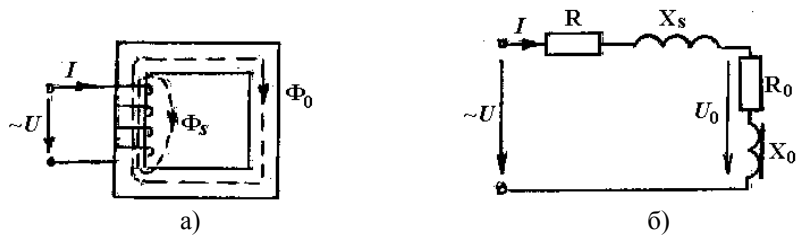

Рисунок 3
6. Обмотка с числом витков  $w = 400$  и активным сопротивлением  $R$  размещена на сердечнике из электрической стали 1512 (рис. 3а). Определите величину амплитуды магнитной индукции  $B_m$ , если обмотка присоединена к переменному напряжению  $U = 220$  В, частота  $f = 50$  Гц. Магнитным потоком рассеяния, потерями энергии в проводах обмотки можно пренебречь.